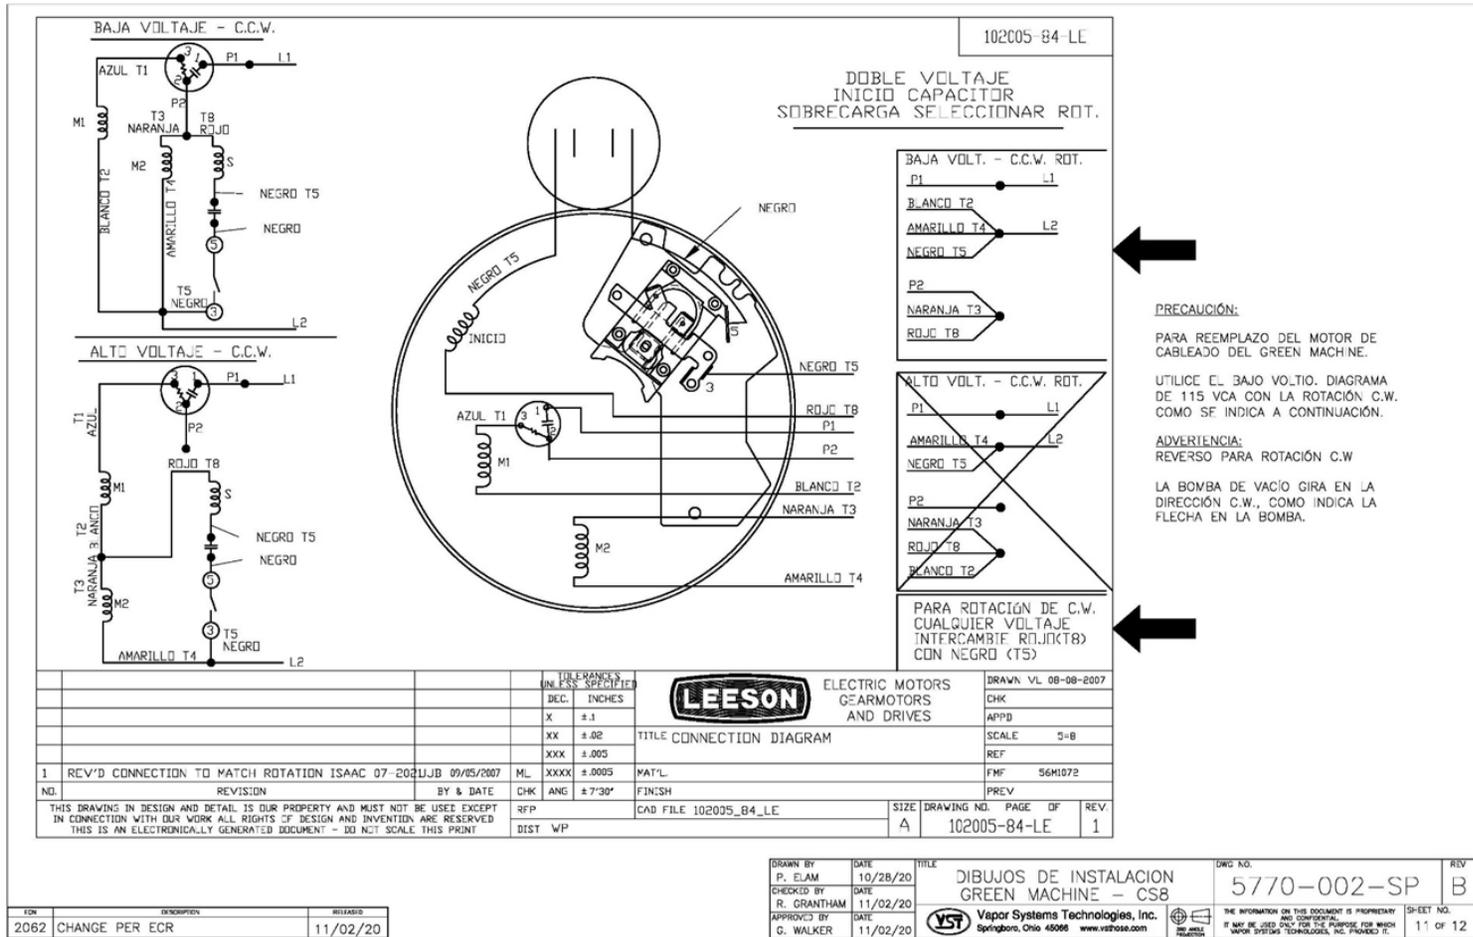

Figura 9-17: Diagrama del cableado del motor de la caja de conexiones
6. Desconecte los cables del motor que se encuentran dentro de la caja de conexiones del motor. **Vea la Figura 9-17.**
Vea la Figura 9-17.